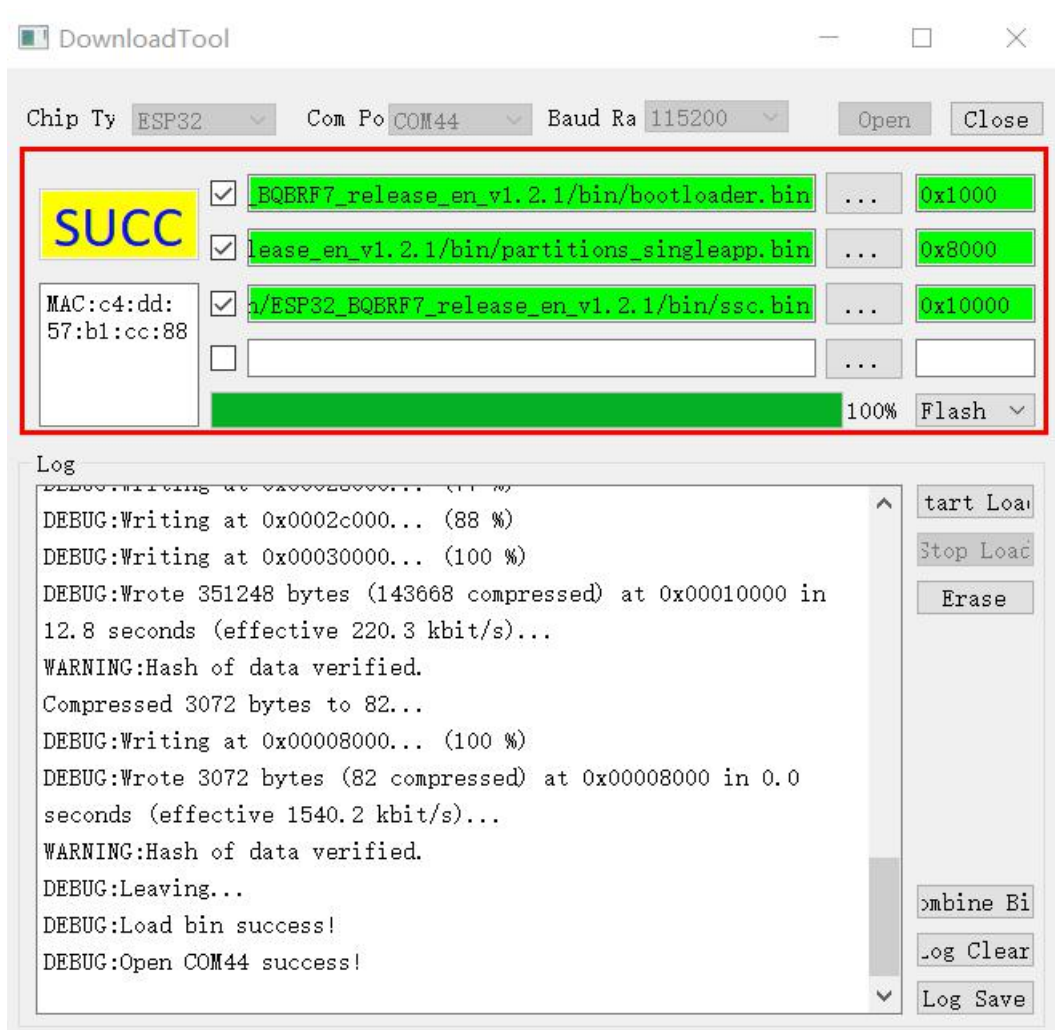

图 4-1 蓝牙 Bin 下载界面
- PC 端解压并打开 EspRFTTestTool, 点击左上角的 Tool 打开 DownloadTool, 在 DownloadTool 里面设置下载，下载界面设置如图 4-1，下载结束会显示完成。